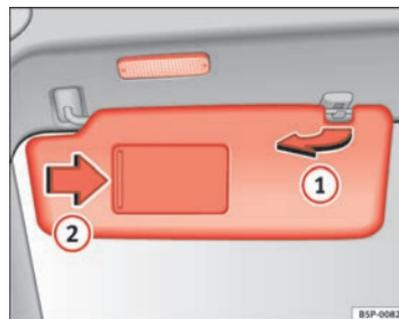

Fig. 82 Pare-soleil côté conducteur
Vous pouvez retirer le pare-soleil côté conducteur et celui côté passager de leur fixation au centre du véhicule pour les faire pivoter vers les portes ⇒ fig. 82 ①.